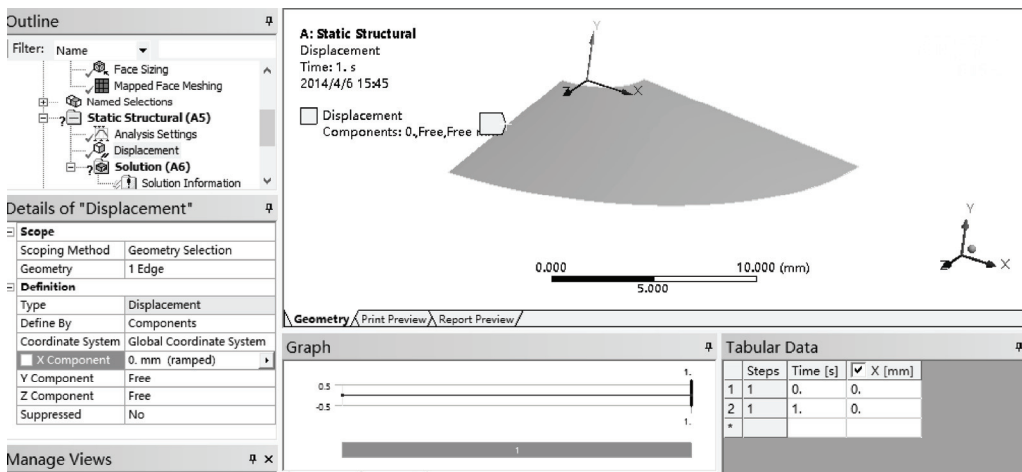

图 7-19 X 位移约束
3) 选中 Displacement, 选择 X 方向坐标为 0 的边缘, 单击 Details of “Displacement” 细节窗口 Geometry 选项下的 Apply 按钮, 即可在选中边缘上施加位置约束。此时设置 X 向的位移为 0, 如图 7-19 所示。